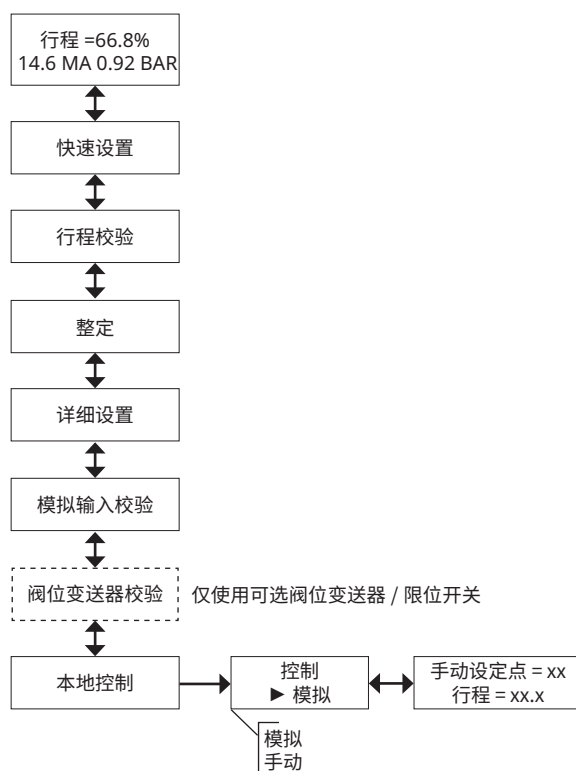

图 20. 本地控制
- 此过程允许用户手动控制阀门的位置（见图 20）。要从主屏幕访问此过程，请按七次下箭头键 (▼)，然后按右箭头键 (▶)。